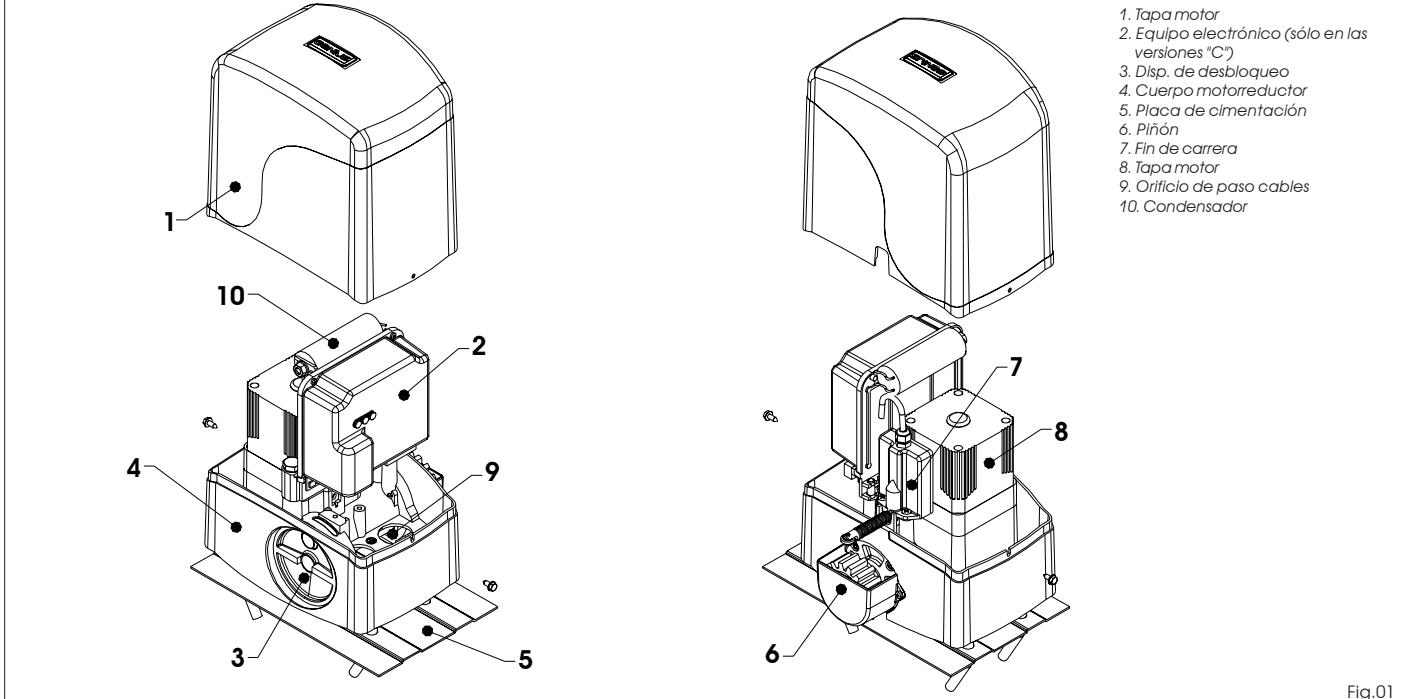
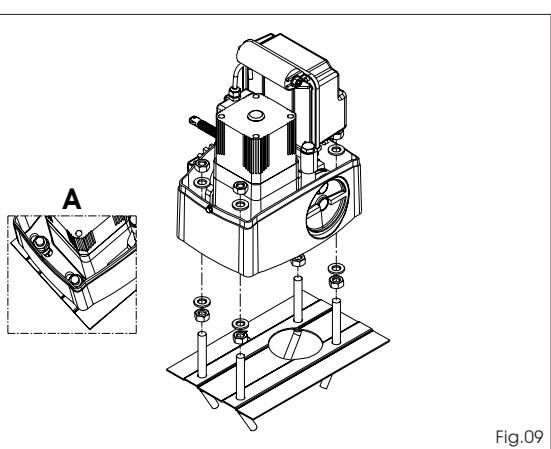

Fig.01
Fig.09
2- Coloque el operador sobre la placa de cimentación utilizando las arandelas y tuercas suministradas en dotación, como se indica en la Fig. 09. Durante dicha operación haga pasar los cables a través de las correspondientes aperturas realizadas en el cuerpo del motor (Véase Fig. 01 ref.9). Si fuera necesario se puede, utilizando un martillo, unir los dos orificios para obtener un paso más amplio.